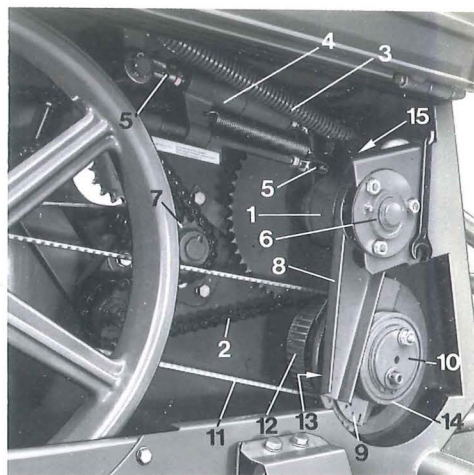
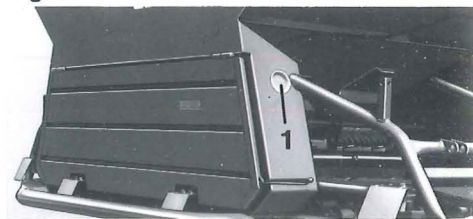
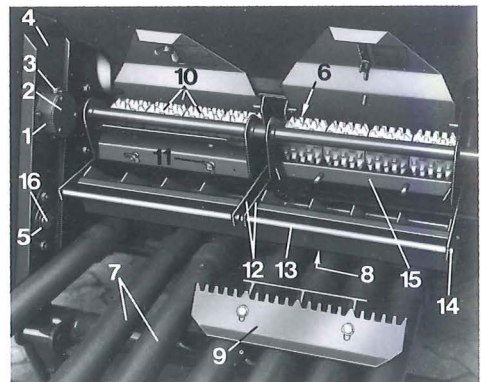
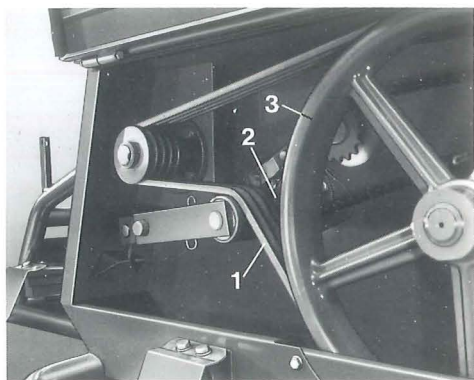

Fig. 1
Fig. 2
Fig. 3
Fig. 4
1 Freilaufwelle (Fig. 1/1) demontieren
- 1.1 Antriebskette (Fig. 1/2) abnehmen:
- a) Feder (Fig. 1/3) aushängen (mit Hilfe eines Hakens oder dgl. durch den Durchbruch (Fig. 2/1) rechts am Antriebsgehäuse).
- c) Kette (Fig. 1/2) abnehmen.
- 1.2 Hydraulikzylinder (Fig. 1/4) demontieren:
- a) Feder (Fig. 1/3) abnehmen.
- b) Gabelköpfe (Fig. 1/5) lösen.
- d) Hydraulikzylinder (Fig. 1/4) abnehmen.
- 1.3 Hinteres Flanschlager (Fig. 1/6) lösen:
- d) Lager (Fig. 1/6) abziehen.
- 1.4 Rücklaufsperr (Fig. 3/1) lösen:
- a) Deckel (Fig. 3/2) abschrauben.
- b) Befestigungsschrauben (Fig. 3/3) lösen.
- c) Rücklaufsperr (Fig. 3/1) mit einem Dorn von hinten aus abschlagen.
- 1.5 Brücke (Fig. 3/4) lösen.
- a) unteres Lager (Fig. 3/5) lösen.
- b) Brücke (Fig. 3/4) verschwenken.
- 1.6 Kettenrad (Fig. 1/7) von der rechten Dosierwelle abziehen:
- b) Kettenrad (Fig. 1/7) abziehen.
- 1.7 Freilaufwelle kpl. (Fig. 1/1) herausnehmen.
2 Freilaufwelle (Fig. 1/1) montieren
- a) Die Schwinge (Fig. 1/8) des Freilaufes muß an der Skala (Fig. 1/9) genügend Freiraum haben.
- c) Bei der Montage des Deckels (Fig. 3/2) der Rücklaufsperr (Fig. 3/1) müssen die Durchprägungen in die Schlitz des Außenringes der Rücklaufsperr greifen. Der Deckel (Fig. 3/2) muß mit Dichtungsmasse aufgesetzt werden.
- d) Die Feder (Fig. 1/3) des Kettenspanners mit Hilfe eines Hakens durch den Durchbruch (Fig. 2/1) rechts im Antriebsgehäuse einhängen.
3 Demontage der Mengenverstellung (Fig. 1/10) (Exzenterwelle)
- 3.1 Feder (Fig. 1/3) des Kettenspanners entspannen (siehe 1.1 a).
- c) Lager (Fig. 3/5) losschrauben.
- d) Lager (Fig. 3/5) abziehen.
- 3.3 Zahnriemen (Fig. 1/11) von der großen Zahnriemenscheibe (Fig. 1/12) abnehmen.
- 3.4 Innensechskantschraube in der Zahnriemenscheibe (Fig. 1/12) lösen.